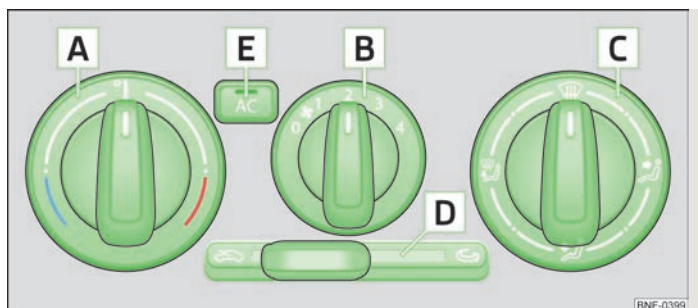

Fig. 59 Climatizzatore: Comandi
La funzione di refrigerazione funziona soltanto se il tasto **AC** **E** » fig. 59 è premuto e se risultano soddisfatte le seguenti condizioni:
- Per aumentare la temperatura, ruotare la manopola **A** » fig. 59 verso destra.
- Per inserire il ventilatore, portare l'interruttore del ventilatore **B** » fig. 59 in una delle posizioni da 1 a 4.
- Con la manopola **C** sarà possibile regolare la direzione del getto d'aria » fig. 59.
- Premendo di nuovo il tasto **AC** **E** » fig. 59 l'impianto di raffreddamento si disinscrive. La spia nel tasto si accende.
- La spia di controllo nel tasto **AC** **E** » fig. 59 si accende all'inserimento dell'accensione anche se non tutte le condizioni per il funzionamento dell'impianto di raffreddamento sono soddisfatte. In questo modo è segnalata la possibilità di attivare il raffreddamento quando tutte le condizioni sono soddisfatte » **pagina 55**.
- Elementi di comando **A**, **B**, **C**, **D** e il tasto **E** » fig. 59.
➤ Spostare il cursore **D** » fig. 59 in posizione